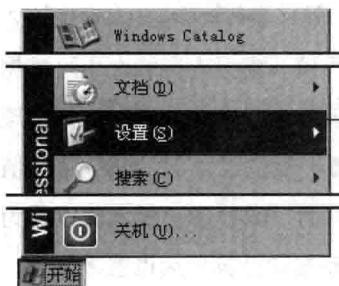

图 1.2.1 Windows “开始”菜单
- 步骤 01** 选择 Windows 的 → → 命令，如图 1.2.1 所示。